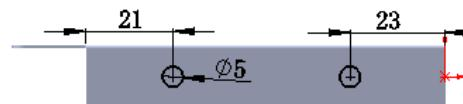

图 12.5.13 横断面草图
- ② 定义横断面草图。在草图环境中绘制图 12.5.13 所示的横断面草图。
- (3) 定义切除深度属性。在“切除一拉伸”对话框 **方向 1** 区域的 下拉列表中选择 **给定深度** 选项，选中 **与厚度相等(L)** 复选框与 **正交切除(N)** 复选框。其他选择默认设置值。
- (4) 单击 按钮，完成切除一拉伸 2 的创建。